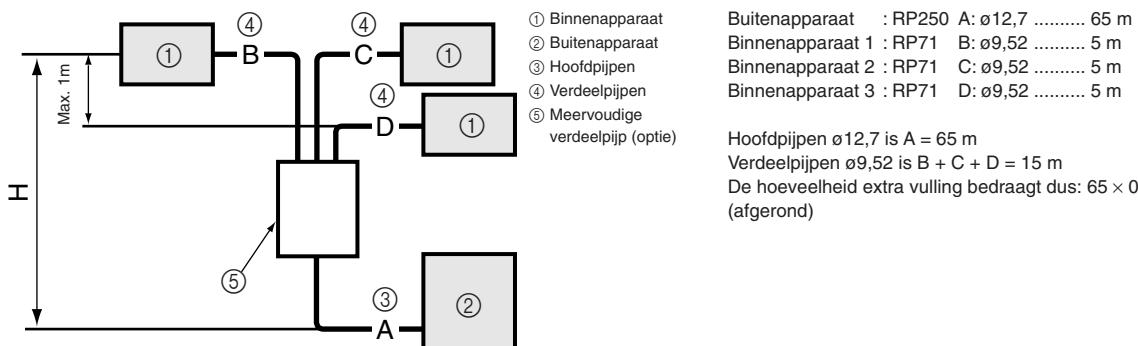

Fig. 5-7
5.6. Bijvullen van koelmiddel (Fig. 5-7)